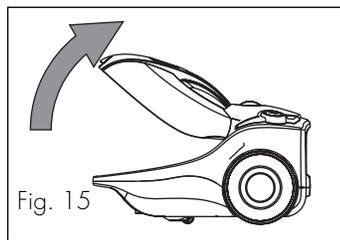

Fig. 15
Para substituir o saco, prima o botão de abertura do compartimento de recolha de pó (P) e levante a tampa (fig. 15), extraia o suporte do saco de papel (fig. 16a), feche o saco puxando a lingueta (fig. 16b), retire o saco de papel e deite-o fora. Introduza o novo saco de papel nas guias previstas, respeitando a direcção da seta (fig. 17a) e pressione-o bem.